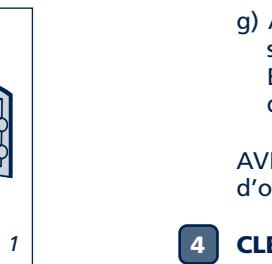

fig. 1
- Pour le bon fonctionnement de la serrure, introduire 4 piles stylo alcalines (LR6 AA/1,5 V) dans le boîtier (fig. 1).
- Si le coffre-fort n'est pas utilisé pendant de longues périodes, enlever les piles (fig. 1).